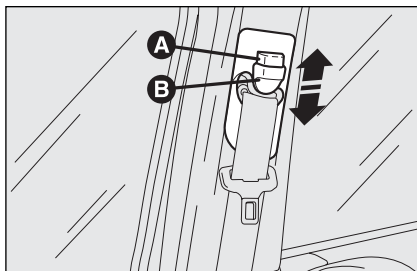

fig. 5
Pour effectuer le réglage, appuyer sur le bouton **A**-fig. 5 et soulever ou baisser la poignée **B**.
*Après le réglage, contrôler toujours que le curseur où est fixé l'anneau soit bloqué dans une des positions prédisposées. Exercer donc, par le bouton **B**-fig. 5 relâché, une autre pression vers le bas pour permettre le déclic du dispositif d'ancrage si le relâchement ne s'était pas produit en correspondance d'une des positions établies.*